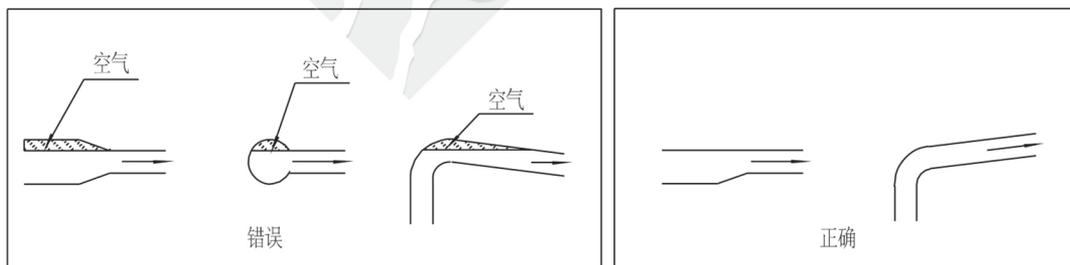

图7 气曝产生示意图
1) 为避免气曝影响泵的自吸，吸入管必须尽可能的短和直，当泵处于吸上状态运行时，吸入管路必须保持从抽吸水源向泵入口向上倾斜。如果吸入管朝下倾斜，会产生气曝。(如图7)